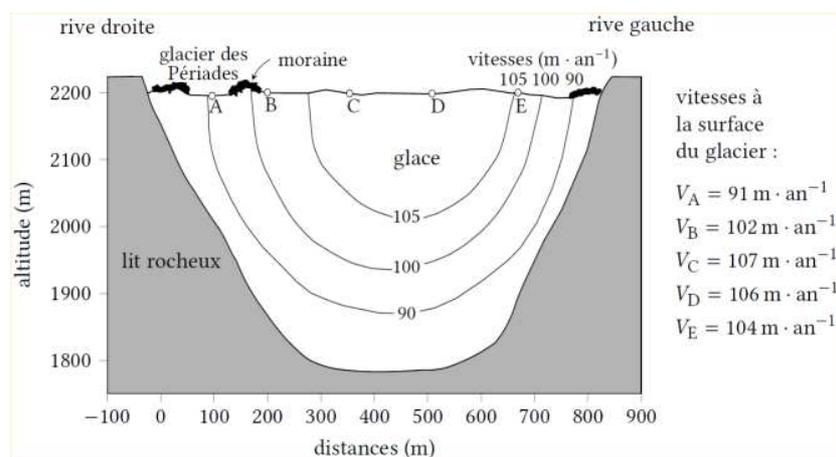

FIGURE 9 – Répartition des vitesses dans une section transversale du Glacier du Tacul
Les glaciers du massif du Mont Blanc s'étendent en France, Suisse et Italie ; ils couvrent quelque 150 km2 (dont 110 km2 en France). Le plus grand glacier des Alpes françaises est la Mer de glace : 12 km de longueur et 40 km2 de superficie. La Mer de glace naît sur le plateau du Géant (de 3 600 m à 2 800 m d'altitude) et descend jusqu'à une altitude de 1 500 m. Sa pente moyenne est voisine de 11%. La répartition des vitesses en surface et dans une section transversale du Glacier du Tacul (tronçon de la Mer de glace à l'aplomb du refuge de l'Envers des Aiguilles) est représentée sur la figure 9.
3. On choisit de modéliser l'écoulement de la Mer de glace par l'écoulement de POISEUILLE stationnaire d'un fluide visqueux newtonien incompressible s'écoulant dans la moitié inférieure d'une conduite cylindrique sous le seul effet de la gravité, ce qui impose de remplacer dans l'expression de la vitesse d'écoulement  $\frac{dp}{dx}$  par  $-\rho_g g \sin \alpha$  où  $\rho_g$  est la masse volumique de la glace,  $g$  l'accélération de la pesanteur et  $\alpha$  l'angle qui mesure la pente moyenne de la Mer de glace. Justifier ce choix. À partir de l'analyse de la figure 9, proposer au moins un argument en faveur et au moins un argument en défaveur de ce choix de modélisation de l'écoulement du glacier par un écoulement de POISEUILLE.